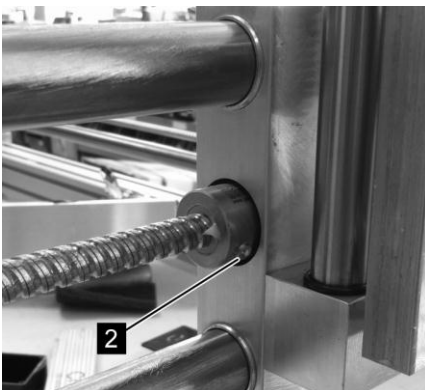

Abb. 33: Kugelumlaufspindel Y-Achse
8. Fettpresse mit hellem Lagerfett auf die Fettbohrung der Kugelumlaufmutter Y-Achse (Abb. 33/2) setzen.